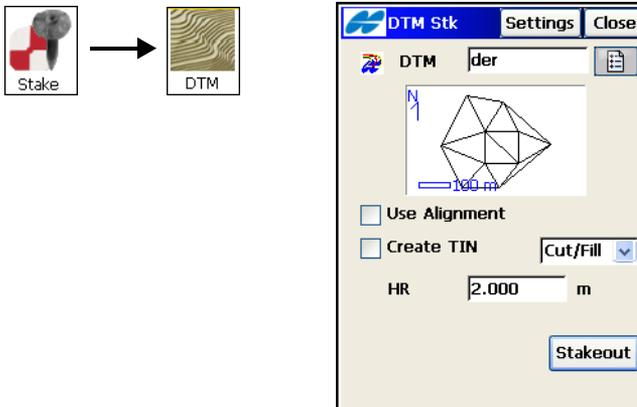

Abbildung 9-49. DGM wählen
2. Tippen Sie im Fenster *DGM-Abst.* (Abbildung 9-49) auf die **Listenschaltfläche**, um die TN3-Datei mit dem gewünschten DGM auszuwählen.
3. Aktivieren Sie im Fenster *DGM-Abst.* (Abbildung 9-49) das Kontrollkästchen *Trasse verwenden*, um beim Abstecken des DGMs Stationierungen und Offsets zu verwenden. Aktivieren Sie *TIN erzeugen*, um aus den abgesteckten Punkten ein neues TIN (TN3) zu erzeugen.